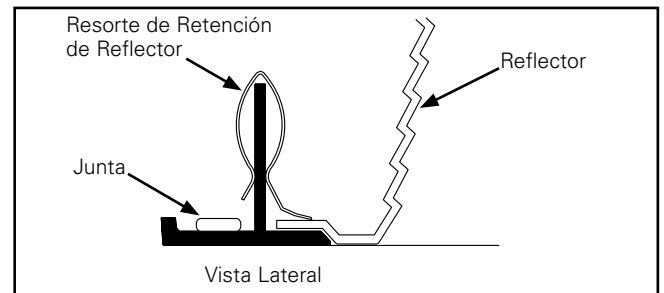
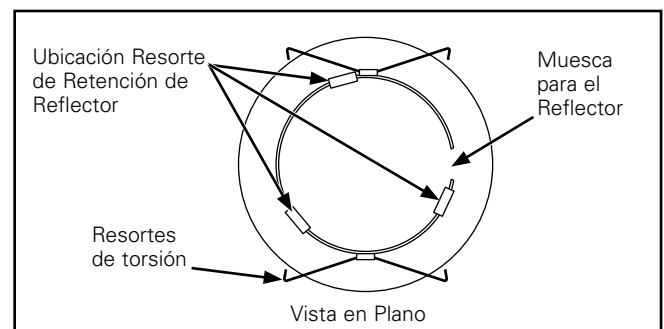

Figura 2.
Figura 3.
- La pestaña fundida blanca o no pintada puede quitarse cuando se pinte el área. Para quitarla, quite los tres ganchos metálicos a resorte que fijan el reflector por detrás de la pestaña (Figura 2.). El reflector dejará a la vista el aro de la pestaña fundida. Ya puede pintarse la fundición. Para volver a colocar el reflector, alinee la aleta con el borde inferior del reflector dentro de la muesca de la fundición. Asiente el reflector y vuelva a colocar los ganchos metálicos a resorte. Consulte el diagrama para la ubicación correcta de los resortes. (Figura 3.)